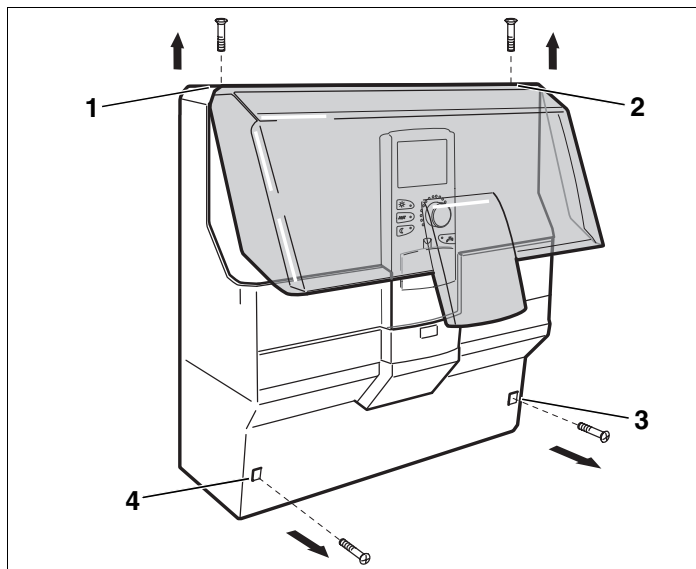

Fig. 2 Togliere le coperture
- Svitare le 2 viti sul coperchio trasparente (fig. 2, **pos. 1 e 2**).
- Svitare le 2 viti sul coperchio cablaggi (fig. 2, **pos. 3 e 4**).